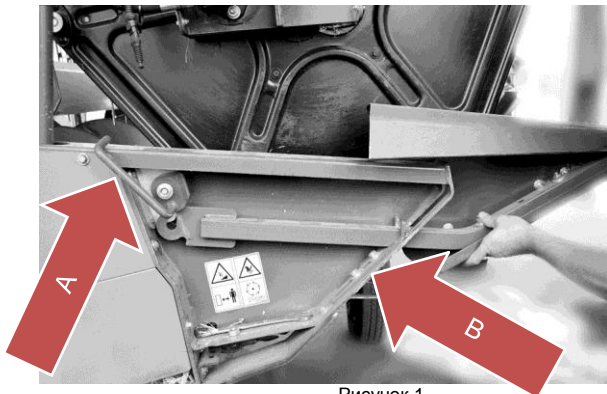

Рисунок 1
- Снимите пассивный боковой делитель с жатки (Рисунок 1)